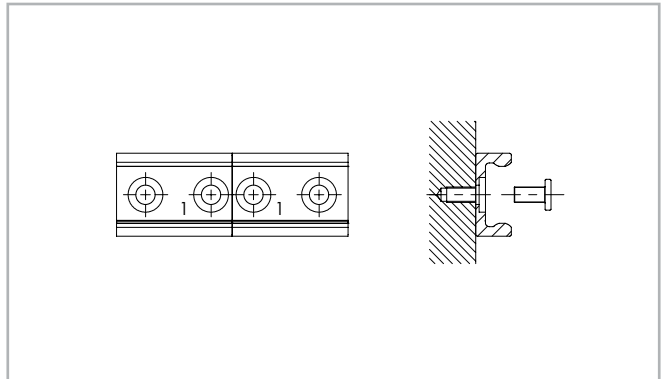

Abb. 80
- (1) Fixieren Sie die einzelnen Schienen auf der Montagefläche durch Anziehen aller Schrauben, bis auf die jeweils letzte am Schienenstoß.
- (2) Montieren Sie die End-Befestigungsschrauben, ohne diese fest anzuziehen (s. Abb. 80).